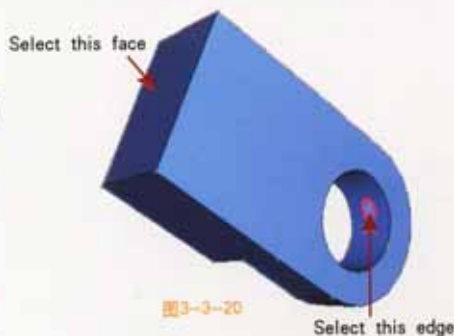

图3-3-20
4. 采用相同的技术, 定义图3-3-20所选的面为fixed-face-output, 所选的边为hole-output。